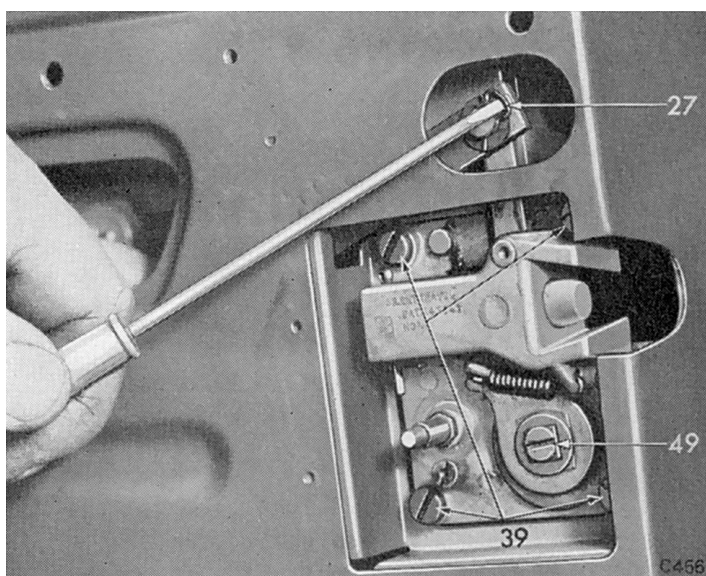

Fig. 32. Connexion de la commande à distance à la serrure
### 1. Dépose (Fig. 32)
- (b) (Portière conducteur seulement). Retirer la vis (49) (Fig. 32) du centre de l'axe.